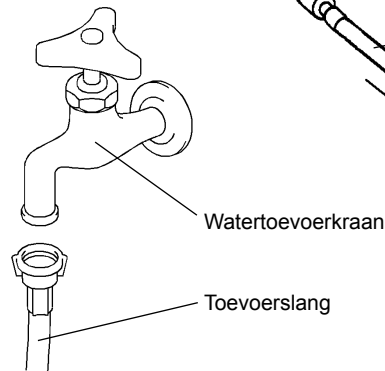

Fig. 5
- 2) Bevestig het andere uiteinde van de toevoerslang aan de waterkraan (fig. 5). Zorg ervoor dat de ring goed is aangebracht alvorens handvast aan te draaien zoals hierboven. Het is een goede voorzorgsmaatregel om een afsluiter binnen handbereik te hebben.